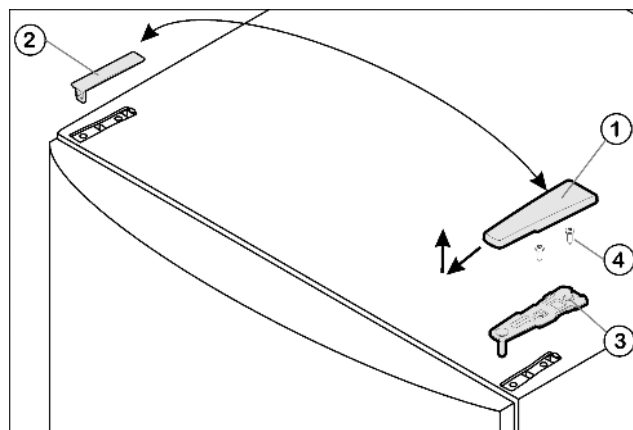

Fig. 4
- ▶ Wyjąć osłonę Fig. 4 (1) do przodu i do góry.
- ▶ Podnieść osłonę Fig. 4 (2).
- ▶ Odkręcić górną płytkę zawiasu Fig. 4 (3) (2 razy Torx® 25) Fig. 4 (4) i wyjąć ją do góry.
- ▶ Włożyć w drzwi górną płytkę zawiasu Fig. 4 (3) po nowej stronie zawiasów.
- ▶ Dokręcić górną płytkę zawiasu (z siłą 4 Nm) (2 razy Torx® 25) Fig. 4 (4). Ewentualnie nakłuć otwory pod śruby lub użyć wkrętarki akumulatorowej.
- ▶ Założyć osłonę Fig. 4 (1) i osłonę Fig. 4 (2) od zewnątrz odpowiednio po przeciwległej stronie i zazębnić.